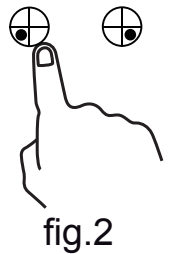
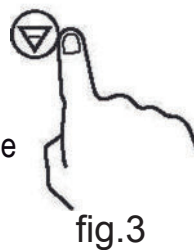

fig.2
fig.3
- Presione el botón del calentador que desea utilizar (fig.2).
- Seleccione el nivel de calor requerido (1-9) utilizando los botones + y - (fig.3). Manteniendo presionado estos botones, el nivel de calor se ajustará hacia arriba o hacia abajo.
- Para apagar un calentador presione el botón + o - (fig.3) hasta llegar al nivel de calor 0. Luego que el calentador se haya apagado, la pantalla de ese calentador mostrará una letra "H" parpadeante. Esto significa que la temperatura del calentador está por sobre los 60°C y por lo tanto puede causar quemaduras. Cuando la temperatura del calentador baje de los 60°C la letra "H" no seguirá apareciendo. Todavía es posible quemarse aun cuando la temperatura baje de los 60°C.
- Elija el calentador (fig.2) y el nivel de calor (fig.3).